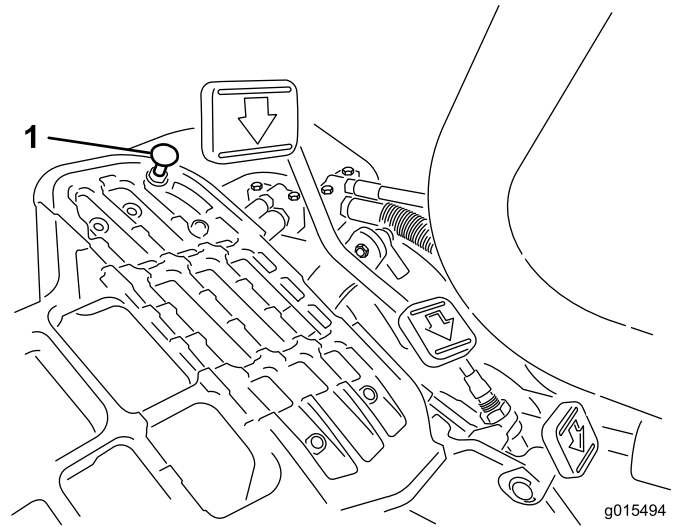

图32
要获得最大行驶速度，请将功能控制杆放在行驶位置，并踩下驱动踏板。如果在拉线感到张紧力之前，踏板接触到限位器（图32），请执行以下调节程序：
1. 将功能控制杆放在行驶位置，松开将踏板限位器固定至底板上的锁紧螺母（图32）。